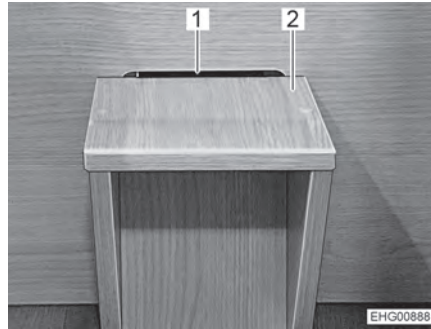
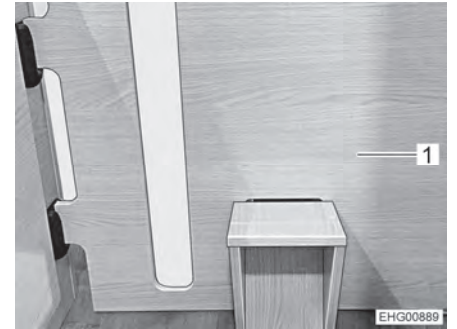

Bild 41 Tritt-Element
Bild 42 Zwischenwand mit Tritt-Element
- Tritt-Element (Bild 41,2) in den unteren Ausschnitt (Bild 41,1) der Zwischenwand (Bild 42,1) einhängen.
- Zwischenwand (Bild 42,1) zwischen den Längsheckbetten einsetzen. Dazu die Zwischenwand in zweiter Position (von der Küchenzeile aus gesehen) einhängen.